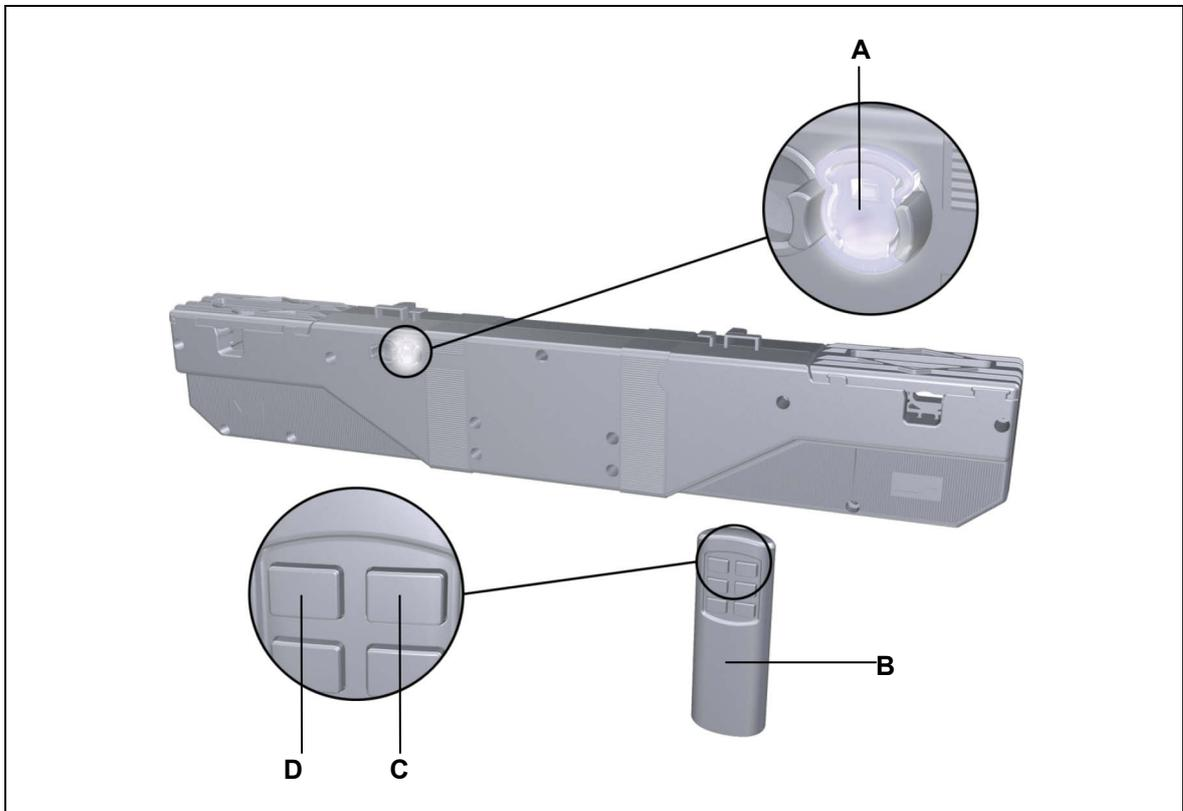

Abbildung 20 Einlernen des Handsenders RF Eco
- 1 Drücken Sie die Funktionstaste (**A** in Abbildung 20) am Antrieb 2 x kurz (Doppelklick). Der Antrieb ist jetzt ca. 10 Sekunden lang im Lernmodus. Die LED in der Funktionstaste leuchtet.
- 1 Drücken Sie die Funktionstaste (**A** in Abbildung 20) am Antrieb 4 x kurz hintereinander.